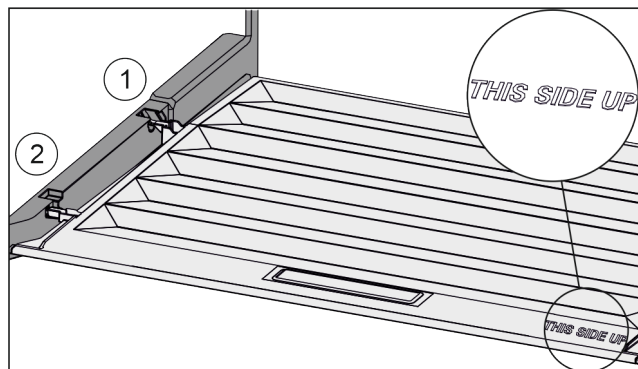

Fig. 26
- ▶ Výstupky víka zaveďte do zadních držáků *Fig. 26 (1)* a vpředu zaklesněte do držáku *Fig. 26 (2)*.